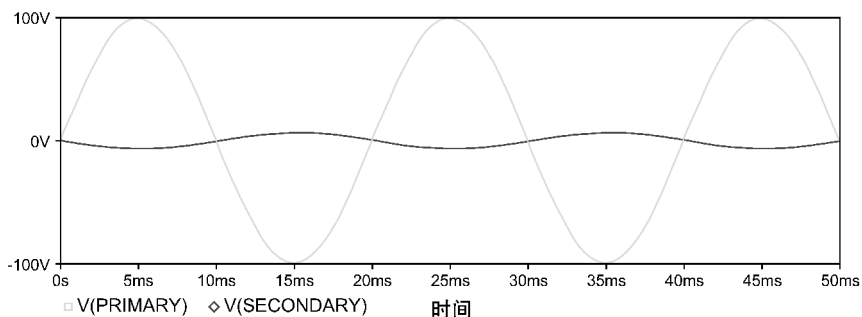

图 9.11 降压变压器的一次侧和二次侧电压波形
5. 在变压器的一次侧和二次侧网络节点处放置电压探针，对电路运行仿真分析。仿真结果如图 9.11 所示，当输入电压为 100V 正弦波时，输出电压为 6.4V 的正弦波，输入、输出相位差  $180^\circ$ 。